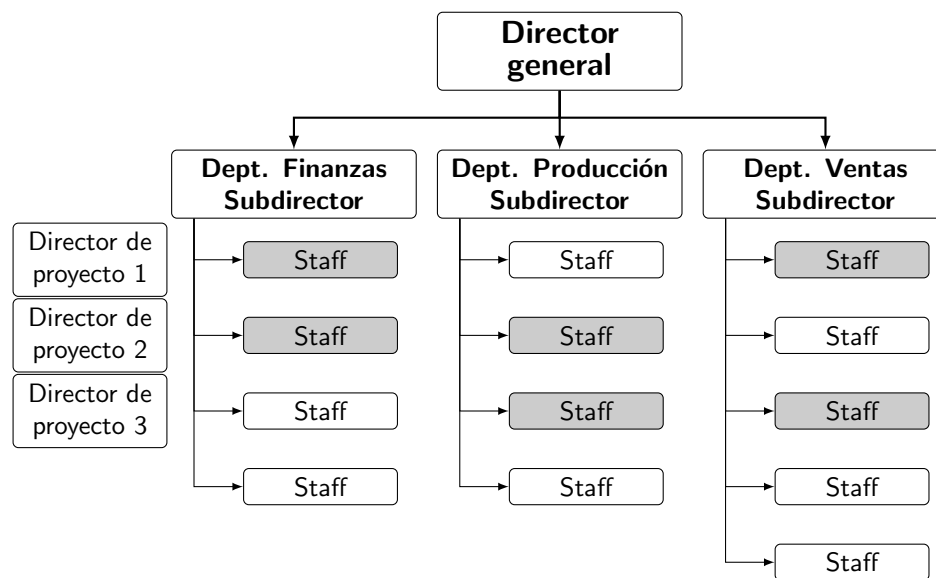

Figura 1.9: Ejemplo de organización matricial
- **Matriciales.** Cada vez con mayor frecuencia, los proyectos implican y afectan a muchas áreas funcionales de una organización. Como resultado, el personal de estas diferentes áreas debe trabajar conjuntamente para llevar a cabo con éxito el trabajo del proyecto. La estructura organizativa matricial combina elementos de las estructuras funcional y proyectizada para facilitar la participación receptiva y eficaz de personas de distintas partes de la organización en proyectos que requieren de sus conocimientos especializados. Como muestra la Figura 1.9, en una estructura organizativa matricial, se asignan personas de distintas áreas de la organización para trabajar en proyectos. Los jefes de proyecto dirigen la realización de las actividades del proyecto, mientras que los supervisores directos de las personas (de los departamentos de finanzas, producción y ventas) realizan tareas administrativas, como la evaluación formal del rendimiento de las personas y la aprobación de ascensos, aumentos salariales o solicitudes de permisos. Dado que una persona puede estar en un proyecto menos del 100 % de su tiempo, puede trabajar en más de un proyecto a la vez.